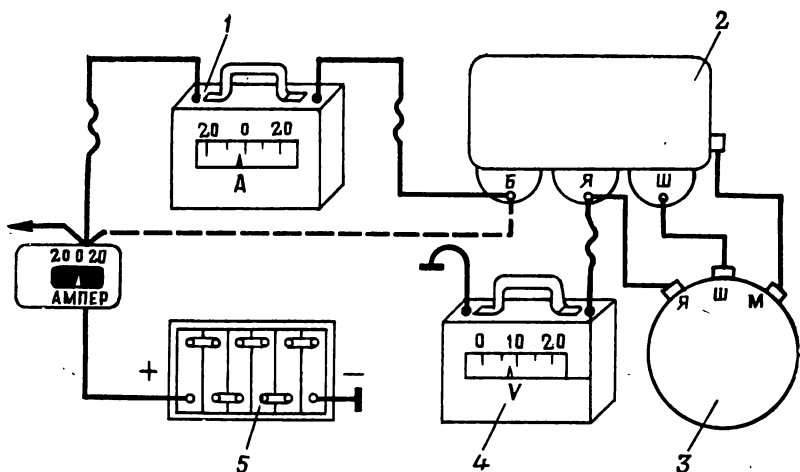

**Рис. 55.** Схема реле-регулятора и его соединений с генератором и аккумуляторной батареей:
**Реле-регулятор** (рис. 55) закрыт крышкой. Вскрывать ее следует только при наличии уверенности в неисправности реле-регулятора.
Реле-регулятор установлен под капотом двигателя. Он состоит из трех независимо работающих автоматов, расположенных, как показано на рис. 55. Левый — реле обратного тока, средний — ограничитель тока и правый — регулятор напряжения. Нормальная работа реле-регулятора определяется по амперметру щитка приборов и по состоянию аккумуляторной батареи.